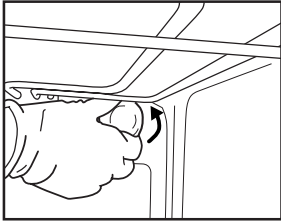
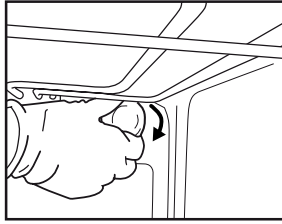

Bild 6
Bild 7
2. Skruva loss lampglaset (Fig. 6), byt ut glödlampan (se notering för typ av lampa) och skruva tillbaka lampglaset (Fig. 7).